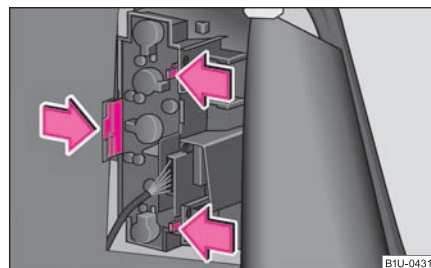

Fig. 179 Maletero: Portabombillas
- Presione las lengüetas de sujeción en sentido de la flecha ⇒ fig. 179 y saque el portalámparas.